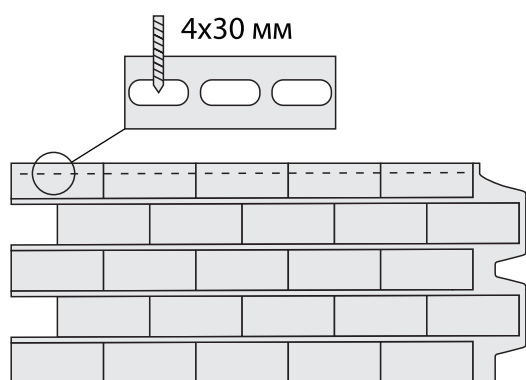

Рис. 13
**Внимание!** Если габариты панели не позволяют её согнуть, сделайте в верхней части панели продольные горизонтальные отверстия 4 x 30 мм (рис. 13).